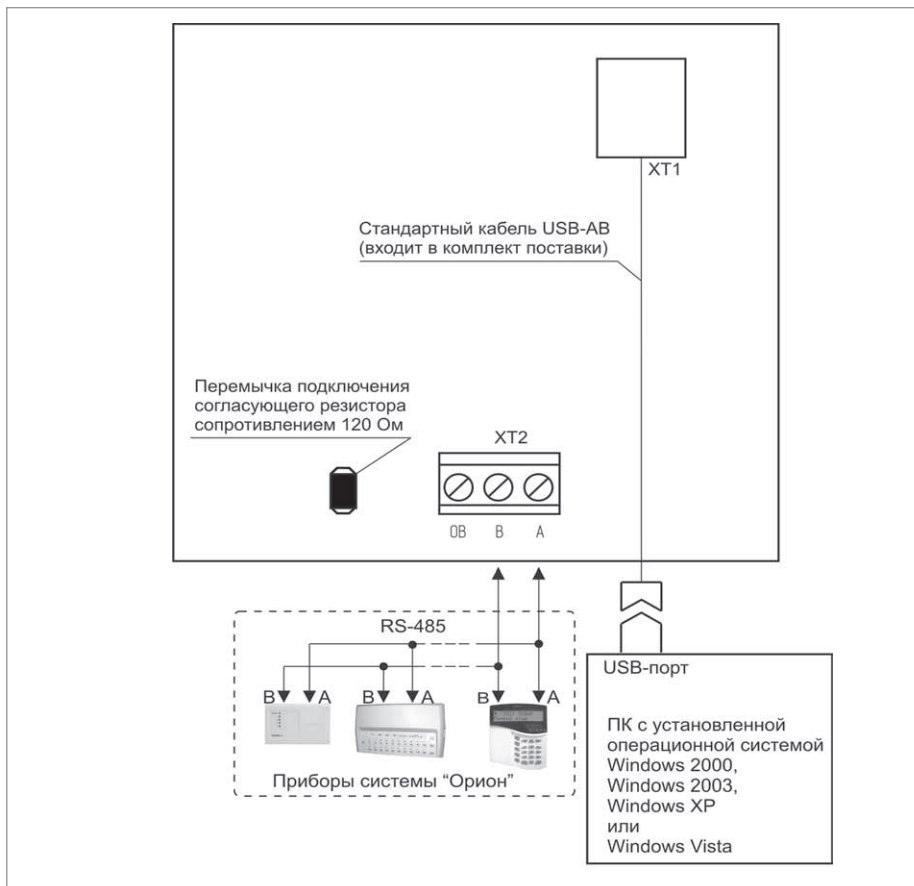

Рисунок 6. Схема внешних соединений «С2000-USB»
- 1.3. Подключите преобразователь в соответствии с проектной документацией и схемой на рис. 6.